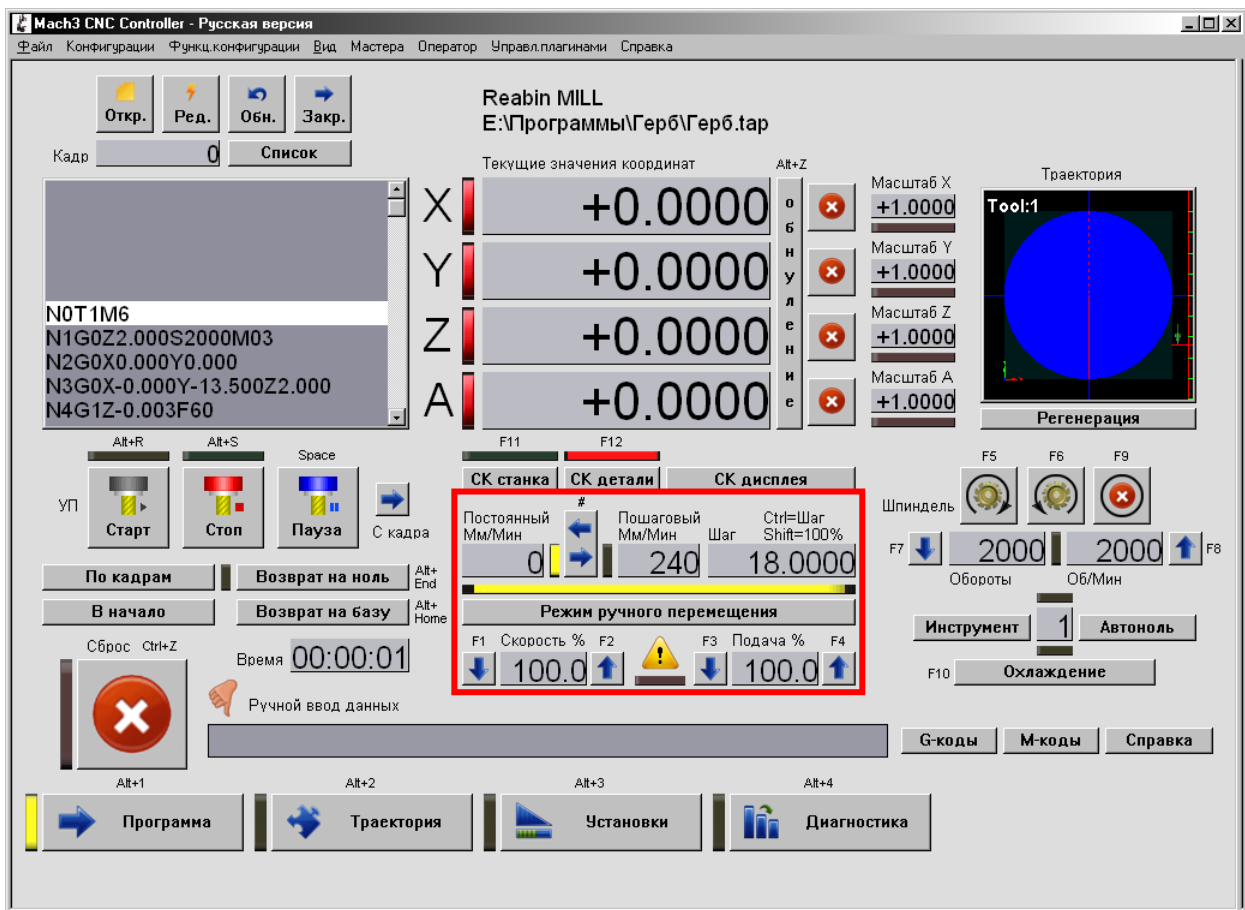

Рис. 21. Органы управления скоростью ручных и программных перемещений.
3.1.11 В средней части рабочего окна расположены органы управления скоростью ручных и программных (отработка **УП**) перемещений (**Рис. 21**). Назначение элементов: